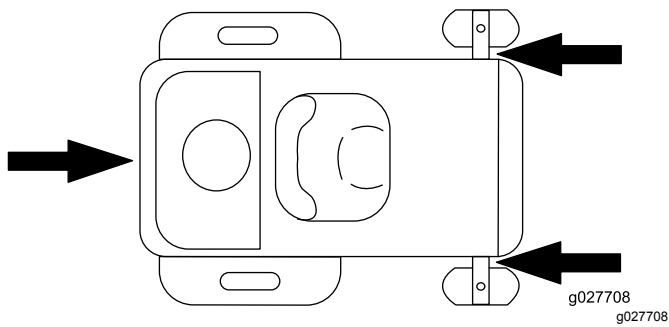

Figura 24
- Sujete la máquina firmemente al remolque o al camión con cadenas, correas, cables o cuerdas. Utilice únicamente los puntos de amarre designados del cortacésped, como se muestra en la Figura 24. Use estas ubicaciones incluso cuando transporte el cortacésped con un accesorio acoplado. Si usa ubicaciones no designadas, puede dañar el cortacésped o el accesorio.